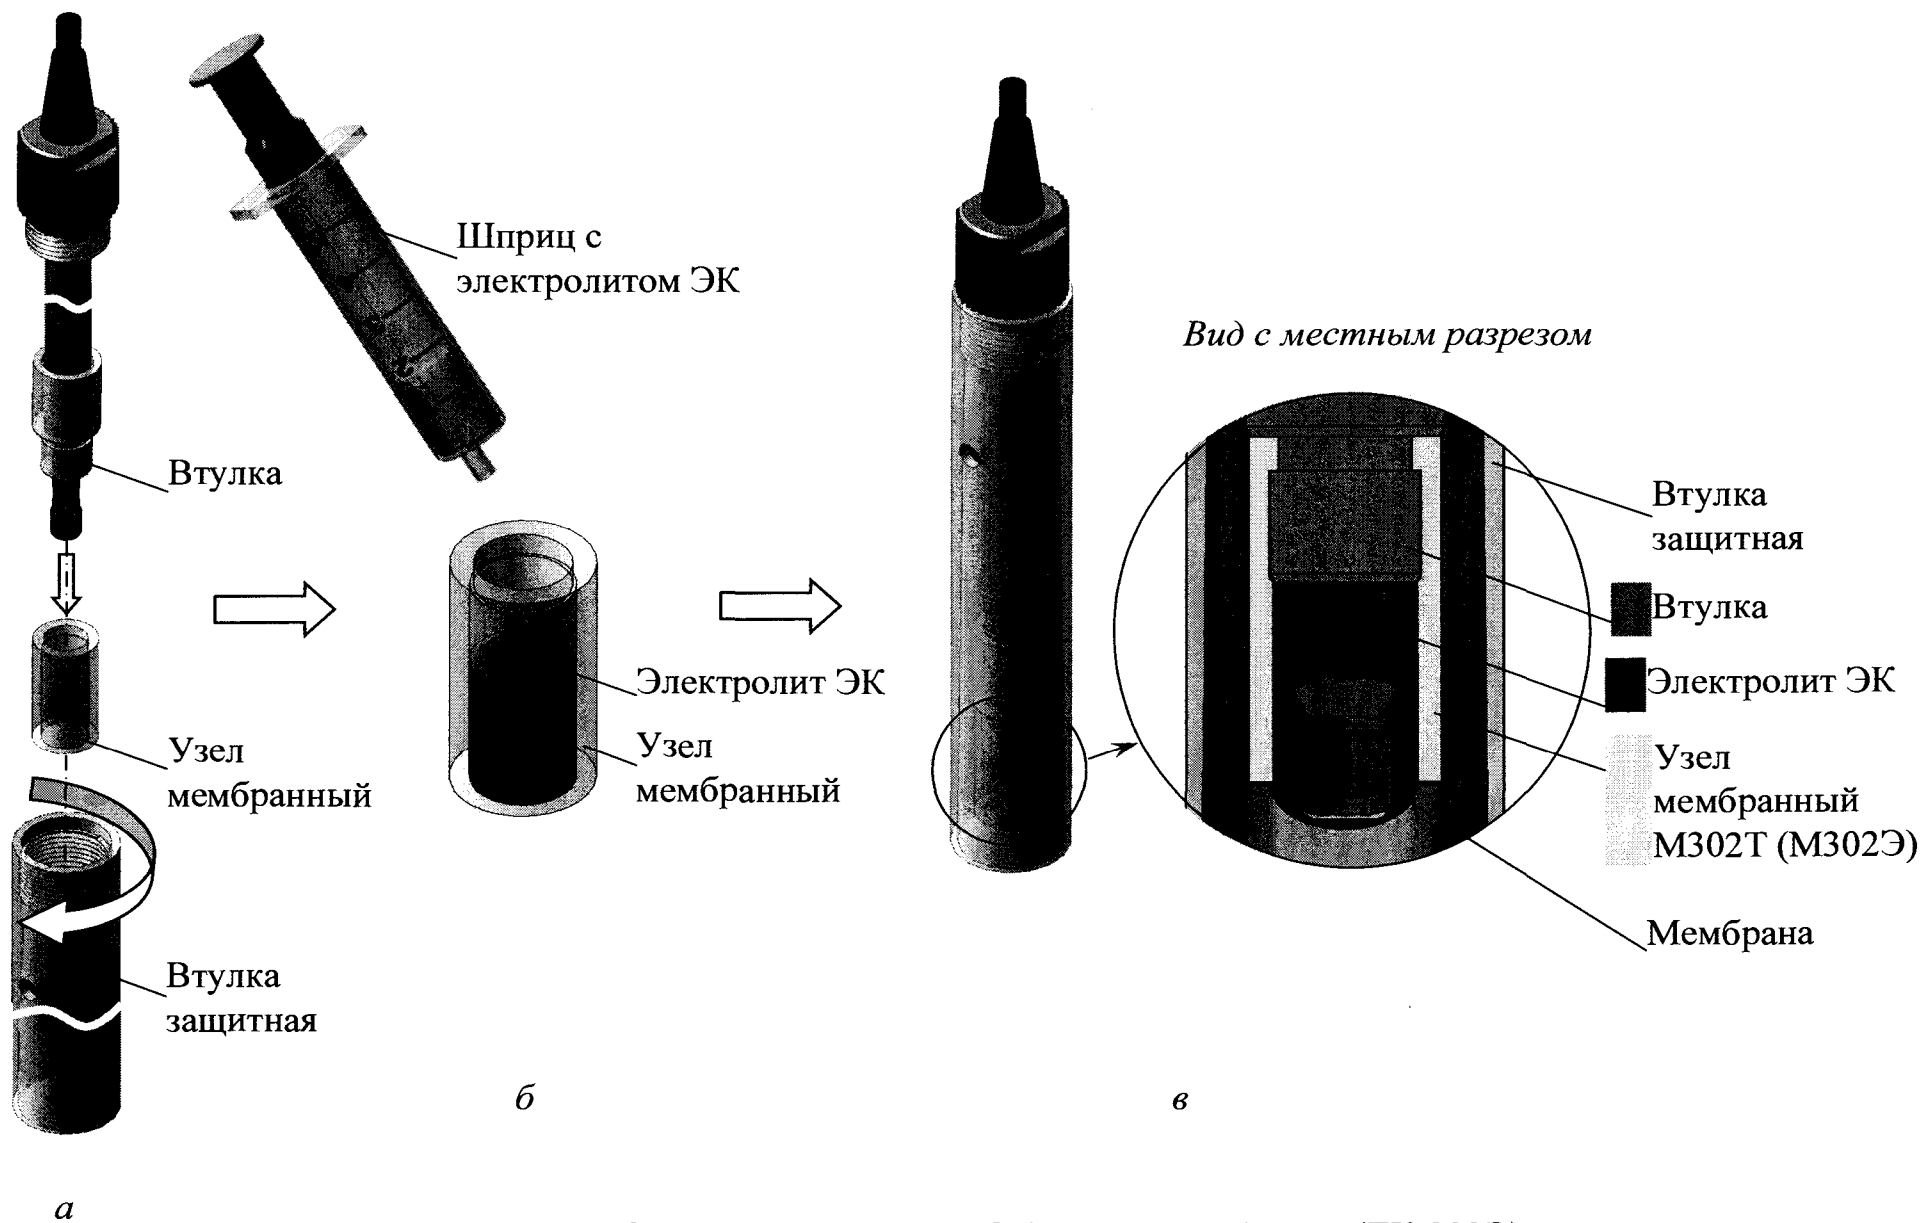

Рисунок 2.2 – Заливка электролита ЭК в датчик ДК-302Т (ДК-302Э)
- отвернуть и снять с датчика защитную втулку (рисунок 2.2а);
- залить осторожно с помощью шприца в мембранный узел на 2/3 от объема (0,7 см3) электролит ЭК (рисунок 2.2б);
- установить до упора на втулку датчика узел мембранный, удерживая его в вертикальном положении (рисунок 2.2в);